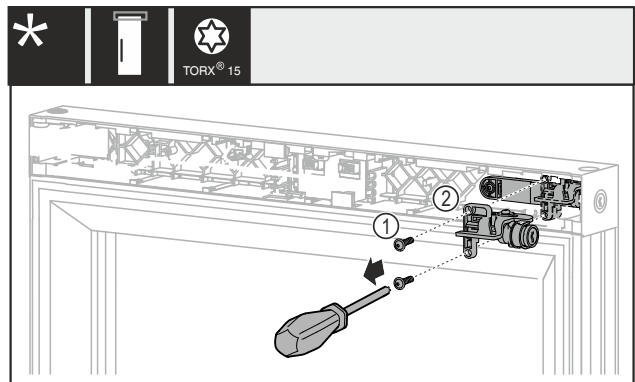

Fig. 20
- Retirer les vis Fig. 20 (1).
- Retirer le verrou mécanique Fig. 20 (2).